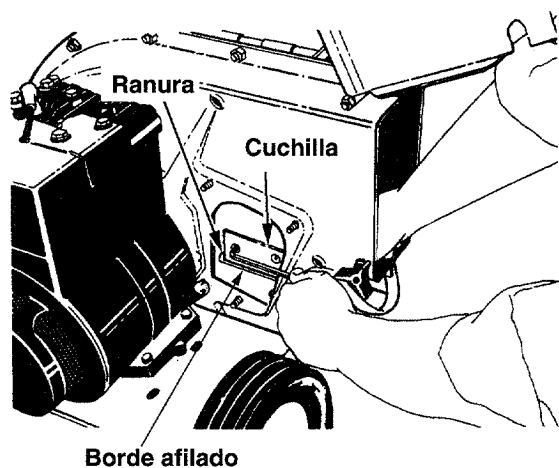

Figura 18
- Gire manualmente el conjunto de la hélice hasta que ubique una de las dos cuchillas de la astilladora en la abertura de la canaleta de la astilladora. Extraiga la cuchilla, usando una llave allen de 3/16" en el exterior de la cuchilla y una llave de 1/2" en el conjunto de la hélice (dentro del armazón). Vea la figura 18.
- Reensamble en orden inverso. Asegúrese que las cuchillas vuelvan a ensamblarse con el borde afilado enfrente en la dirección mostrada en la figura 18 (el borde afilado está ensamblado hacia la abertura ranurada en el fondo).